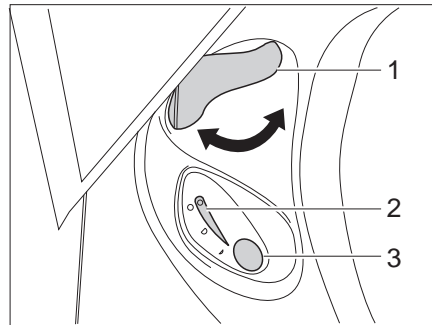

Fig. 264 Unité de commande des toilettes Thetford
- Avant d'actionner la chasse d'eau, ouvrir le curseur des toilettes Thetford. Tourner pour cela le levier du curseur (Fig. 264,1) dans le sens inverse des aiguilles d'une montre.
- Pour actionner la chasse d'eau, appuyer sur le bouton bleu (Fig. 264,3).
- Après avoir actionné la chasse d'eau, fermer le curseur. Tourner le levier du curseur (Fig. 264,1) dans le sens des aiguilles d'une montre.
Le voyant de contrôle (Fig. 264,2) s'allume lorsque la cassette Thetford doit être vidée.
- Tourner le levier du curseur (Fig. 264,1) dans le sens des aiguilles d'une montre. Le curseur se ferme. Pour la vidange il **faut** que le curseur des toilettes Thetford soit fermé.